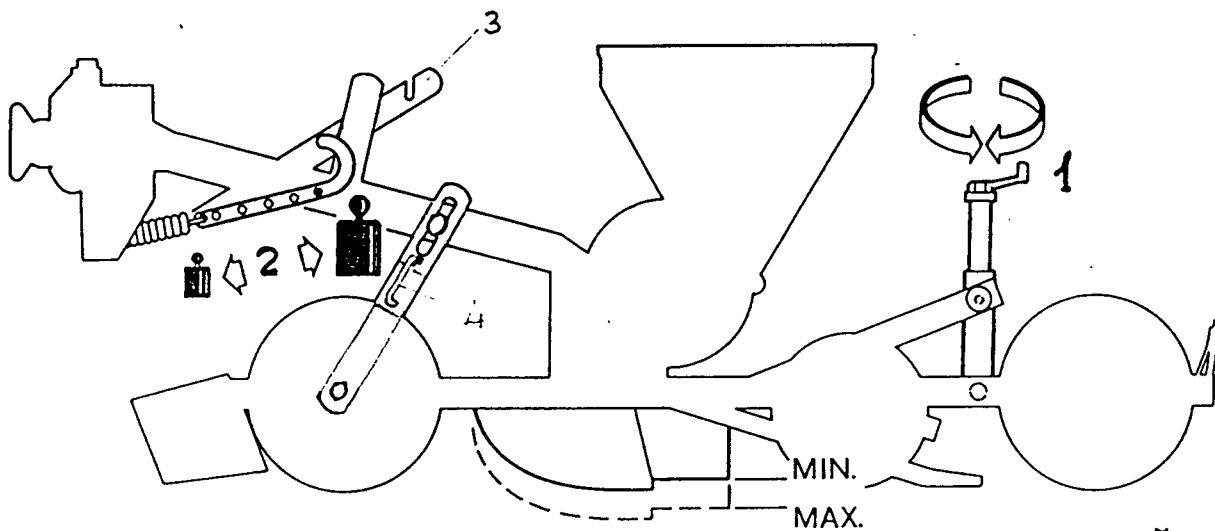

FIG. 7
Check that planting units are perpendicular to the ground, by adjusting the length of the third point arm (fig.2). **DEPTH ADJUSTMENT.** It is important to place the seed at a proper depth to facilitate sprouting. Move the handle to vary the height of the shoe, thus determining seed depth (1, fig.7).
according to the different working conditions. Penetration into the soil is increased or decreased by varying the position of the spring (2, fig.7). **SEED PRESS WHEEL.** During planting, if the wheel (7, fig.6) creates clogging, it could be lifted and stopped with latch (13). To adjust pressure of seed coverers operate on their springs.
REGLAGE DE LA PROFONDEUR. pour une bonne émergence des plantules, il est très important que les graines soient mises en place à la profondeur exacte, en le lit de semence. En tournant la poignée de réglage, on fait varier dans le sens vertical la position du soc du semoir, déterminant par là la profondeur à laquelle les graines seront déposées (1, fig.7). L'échelle graduée n'indique pas la profondeur en centimètres, mais vous permet de régler tous les socs d'un même semoir à une profondeur identique. Après quelques mètres de semis, contrôler l'exactitude de la profondeur.
REGLAGE DE LA PRESSION DU SOC. La force de pénétration du soc dans le terrain dépend directement de la tension imprimée à le ressort. Diverses conditions de travail peuvent conduire à entreprendre un réglage différent de cette force de pénétration, autrement dit de la tension de ce ressort. Pour ce faire, tirer le ressort vers l'avant ou vers l'arrière, selon que vous voulez réduire ou augmenter la force de pénétration du soc (fig.7).